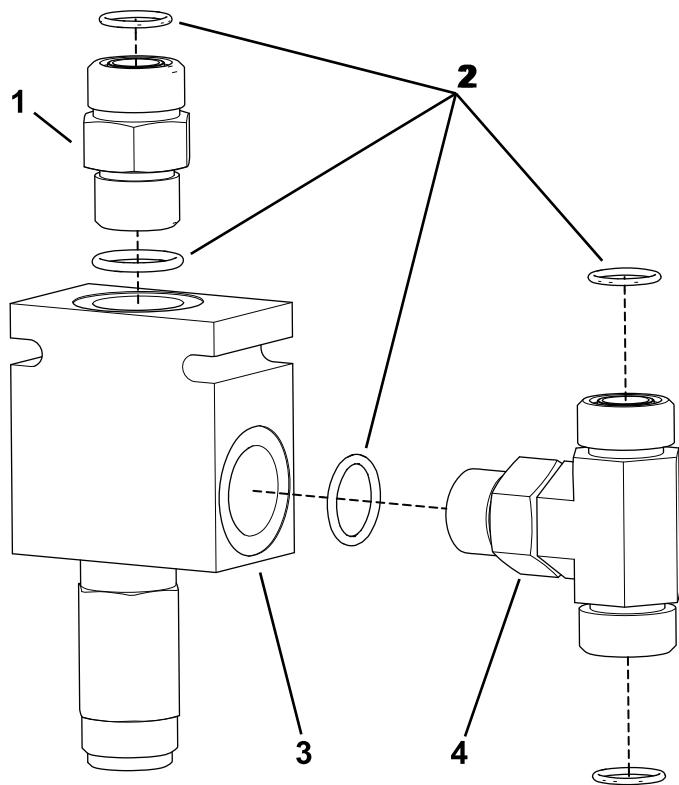

図 9
- 3. 図 9に示すように、左側マニホールドアセンブリにアダプタフィッティング 5/8 x 5/8 インチ、オスと T字アダプタフィッティング 5/8 オスを取り付ける。